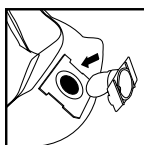

FIGURE 27
40. Placez le déflecteur d'admission avec l'ouverture faisant face à la gauche ou à la droite du sac avec filtre. Faites glisser le collier du sac filtre sur les encoches du déflecteur d'admission, en faisant correspondre les encoches du collier du sac avec le déflecteur d'admission. Le sac ne s'adapte correctement que dans un sens. FIGURE 27.